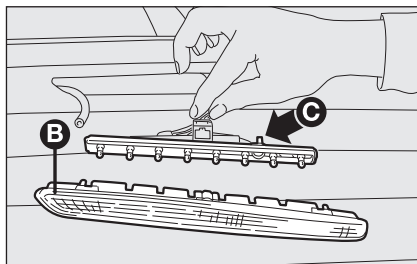

fig. 33
- ☐ extraire le groupe transparent **B-fig. 33** et débrancher le connecteur électrique;
- ☐ en agissant sur les ailettes d'une façon opposée **C-fig. 33** extraire le porte-lampes;